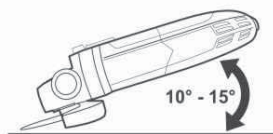

Fig. 18
- > Inclinez l'appareil de 10° à 15°, pour une manipulation facile et un meulage régulier (Fig. 18).